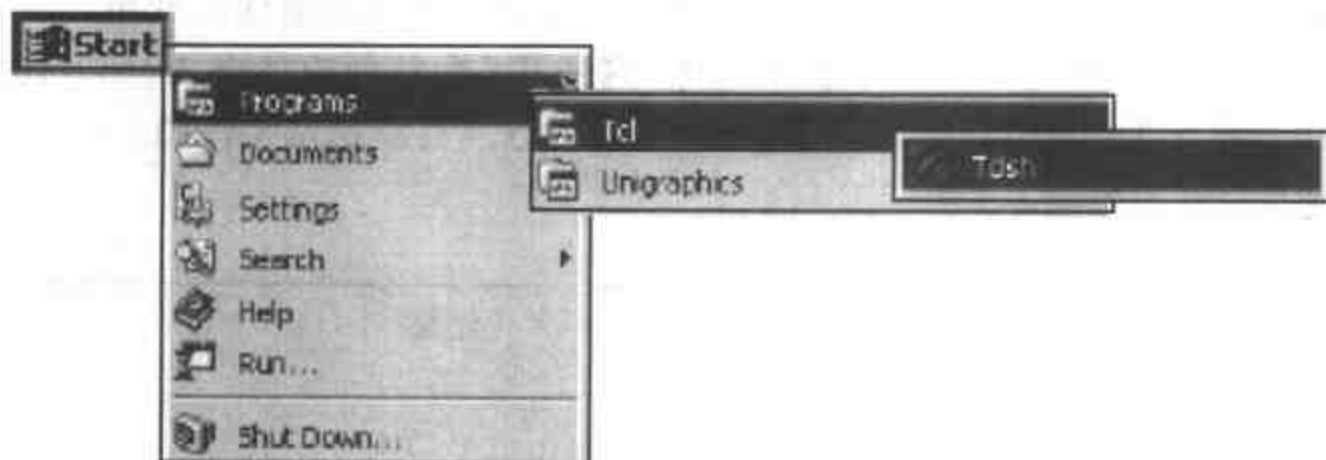

图 6-5 启动 Tcl 执行
- 在菜单栏选择 Start → Programs → Tcl → Tclsh (如图 6-5 所示)。